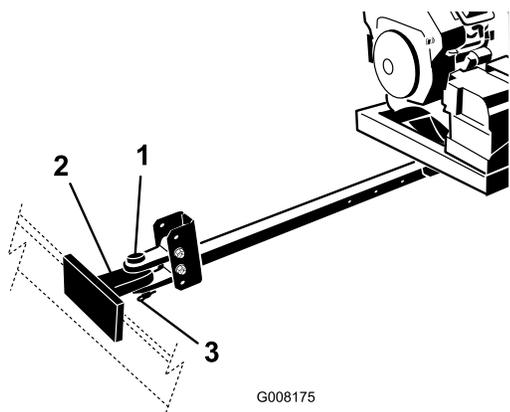

図 8
4. ヒッチ・ピンとクレビスを使って、ブローのクレビス・ヒッチを牽引車両のヒッチに接続する (図 8)。